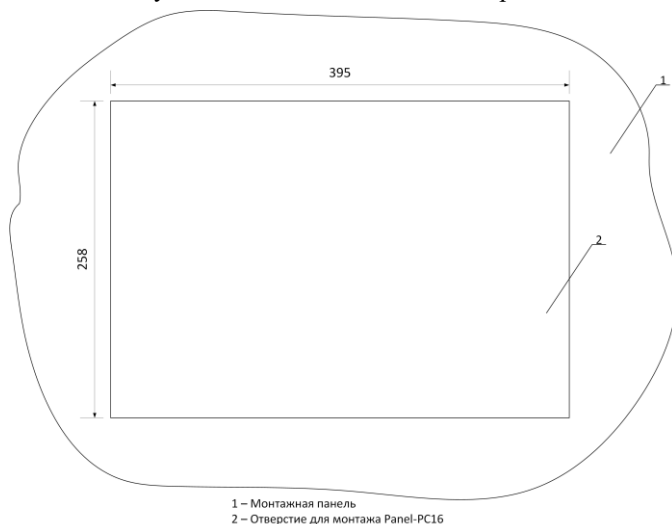
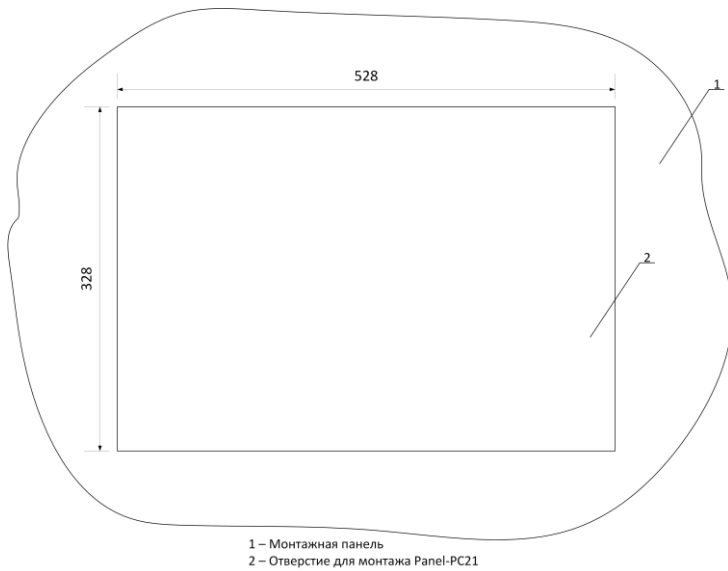

Рис. 3.1. Монтажное отверстие для Panel-PC16
Рис. 3.5. Монтажное отверстие для Panel-PC21
- установкой в прямоугольное отверстие путем врезания в переднюю панель шкафа. Для крепления промышленного ПК на монтажной панели, или двери шкафа, используются зажимы с винтами, которые входят в комплект поставки. Размеры отверстия в зависимости от диагонали приведены на рис. 3.1 – рис. 3.5;